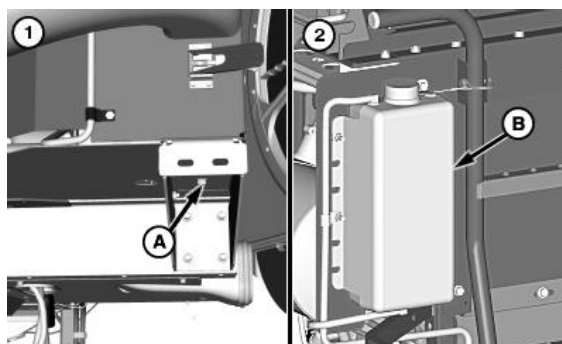

Рис.4.67 – Зливання охолоджувальної рідини (1) та її заливання в розширювальний бачок (2)
1. Злити охолоджувальну рідину, відкривши зливний отвір (А) (рис.4.67).
2. Промити розширювальний бачок та залити охолоджувальну рідину (рис.4.67). При холодному двигуні перевірити рівень охолоджувальної рідини в бакові (В), який повинен бути біля відмітки «COLD» (Холодна).